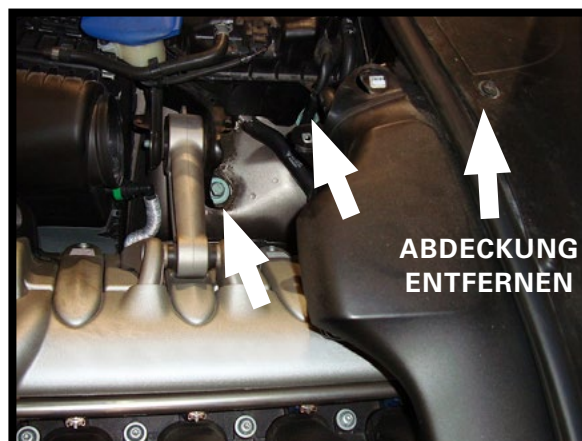

ABBILDUNG 10-8
9. MOTORHAUBE ÖFFNEN UND DIE DREI (3) HALTESCHRAUBEN VOM OBEREN LUFTFEDERBEINLAGER ENTFERNEN. KUNSTSTOFFABDECKUNG ENTFERNEN, UM ZUGRIFF AUF DRITTE SCHRAUBE ZU BEKOMMEN. (ABBILDUNG 10-8)